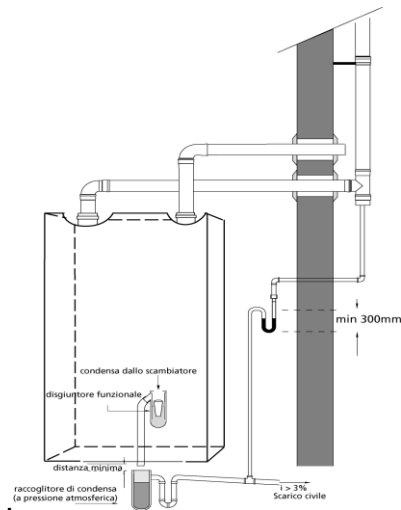

Figura 8
rico, ciascuna di esse deve necessariamente avere un proprio condotto indipendente. Si ricorda che se si rendesse necessario prolungare il condotto di scarico oltre i 4 metri, è sempre opportuno realizzare al piede del tratto verticale del condotto un sifone, secondo lo schema della Figura 8.
Il gocciolatoio può essere realizzato installando un apposito bicchiere, oppure più semplicemente con una curva in polipropilene atta a ricevere la condensa uscente dalla caldaia e l'eventuale fuoriuscita di liquido dalla valvola di sicurezza, come indicato nella Figura 8. La distanza massima tra lo scarico di condensa della caldaia ed il bicchiere (o tubazione bicchierata) di raccolta non deve essere inferiore ai 10 mm. Per il collegamento alla rete fognaria è necessario installare o realizzare un sifone per evitare il ritorno di odori sgradevoli. Per la realizzazione degli scarichi di condensa si consiglia di utilizzare tubazioni in materiale plastico (PP). Non utilizzare in nessun caso tubazioni in rame, poiché l'azione della condensa ne provocherebbe un rapido degrado